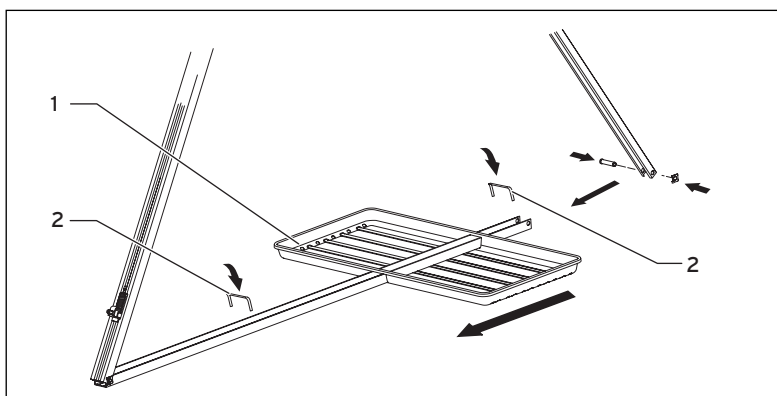

Abb. 7.2 Kieswannen montieren
- Stellen Sie ein weiteres Gestell auf (vgl. **Abb. 7.2 bis 7.4**).